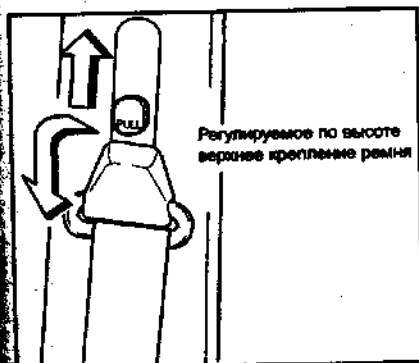

Рис. 29. Расположение ручки и направления перемещения для регулировки высоты верхнего крепления ремня
5. С помощью регулируемого по высоте верхнего крепления ремня установите высоту ремня в соответствии со своим ростом. Для перемещения крепления вверх потяните ручку на себя и перемещайте узел крепления вверх (рис. 29). Для перемещения вниз потяните ручку на себя и перемещайте крепление вниз. Убедитесь, что узел крепления ремня надёжно зафиксирован.